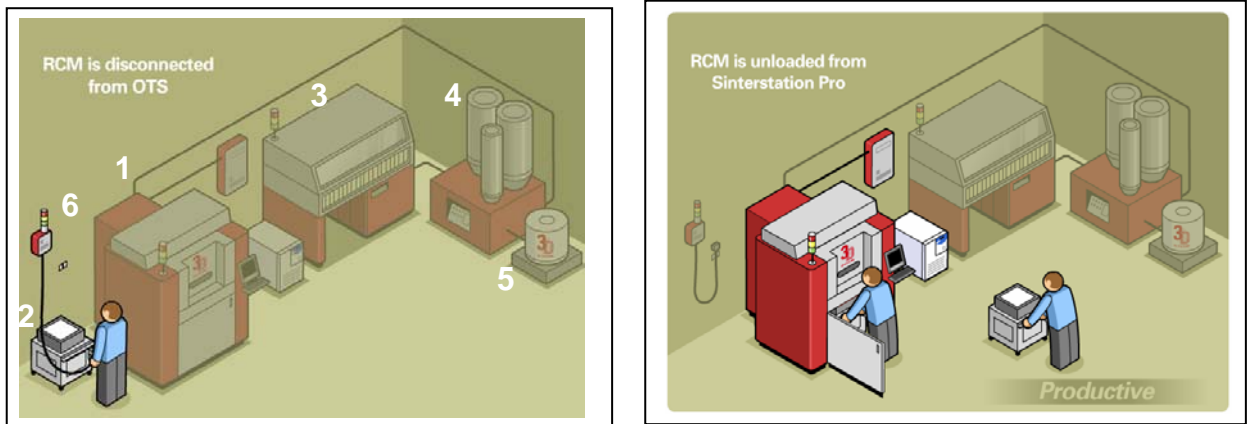

Рис. 2 Подготовка к работе, установка сменных модулей
- собственно **RP**-машина, рис. 1 и поз. 1 рис. 2;